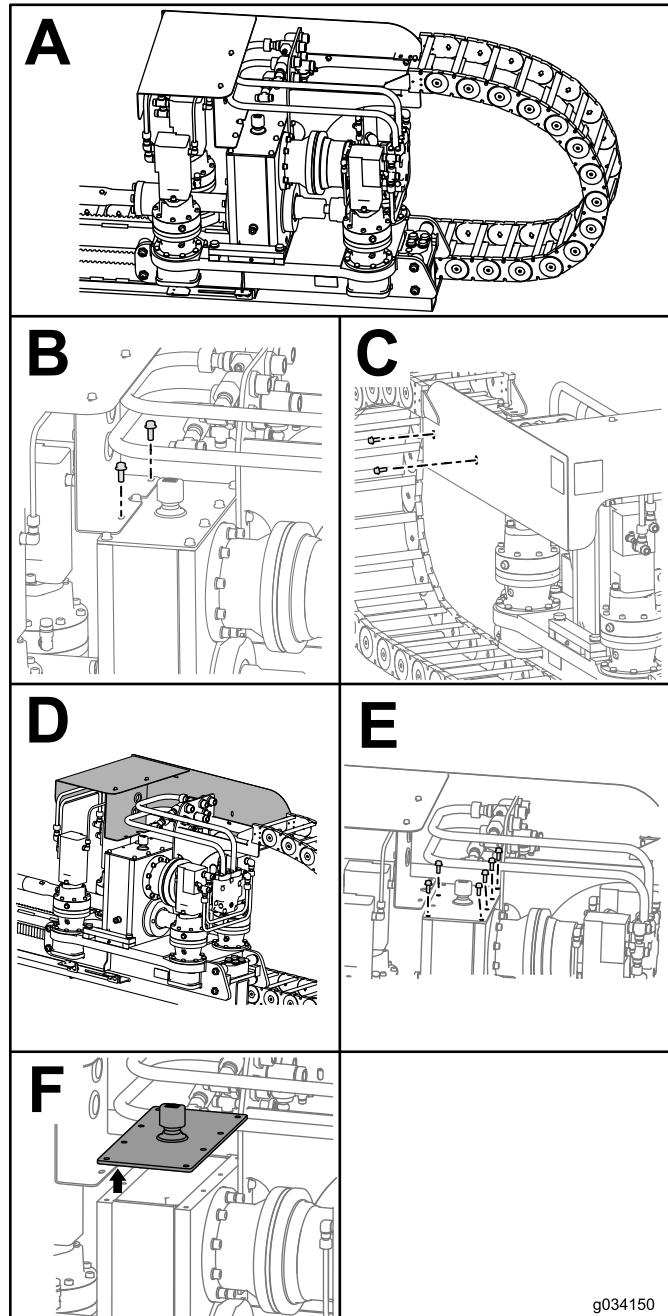

Figura 107
3. Retire los 2 pernos y las tuercas del protector del carro (Figura 107, B).
4. Retire los 2 pernos y las tuercas del lateral del protector del carro (Figura 107, C).
5. Deslice el protector del carro hacia adelante (Figura 107, D).
6. Retire los 6 pernos de la caja de engranajes (Figura 107, E).
7. Retire la tapa de la caja de engranajes y extraiga el aceite con sifón (Figura 107, F).
- Vuelva a colocar la tapa en la caja de herramientas e instale los 6 pernos sin ajustarlos (Figura 107, E).
- Vuelva a colocar el protector del carro en su lugar e instale los 2 pernos (Figura 107, C).
- Instale los 2 pernos que sujetan el protector del carro a la caja de engranajes (Figura 107, B).